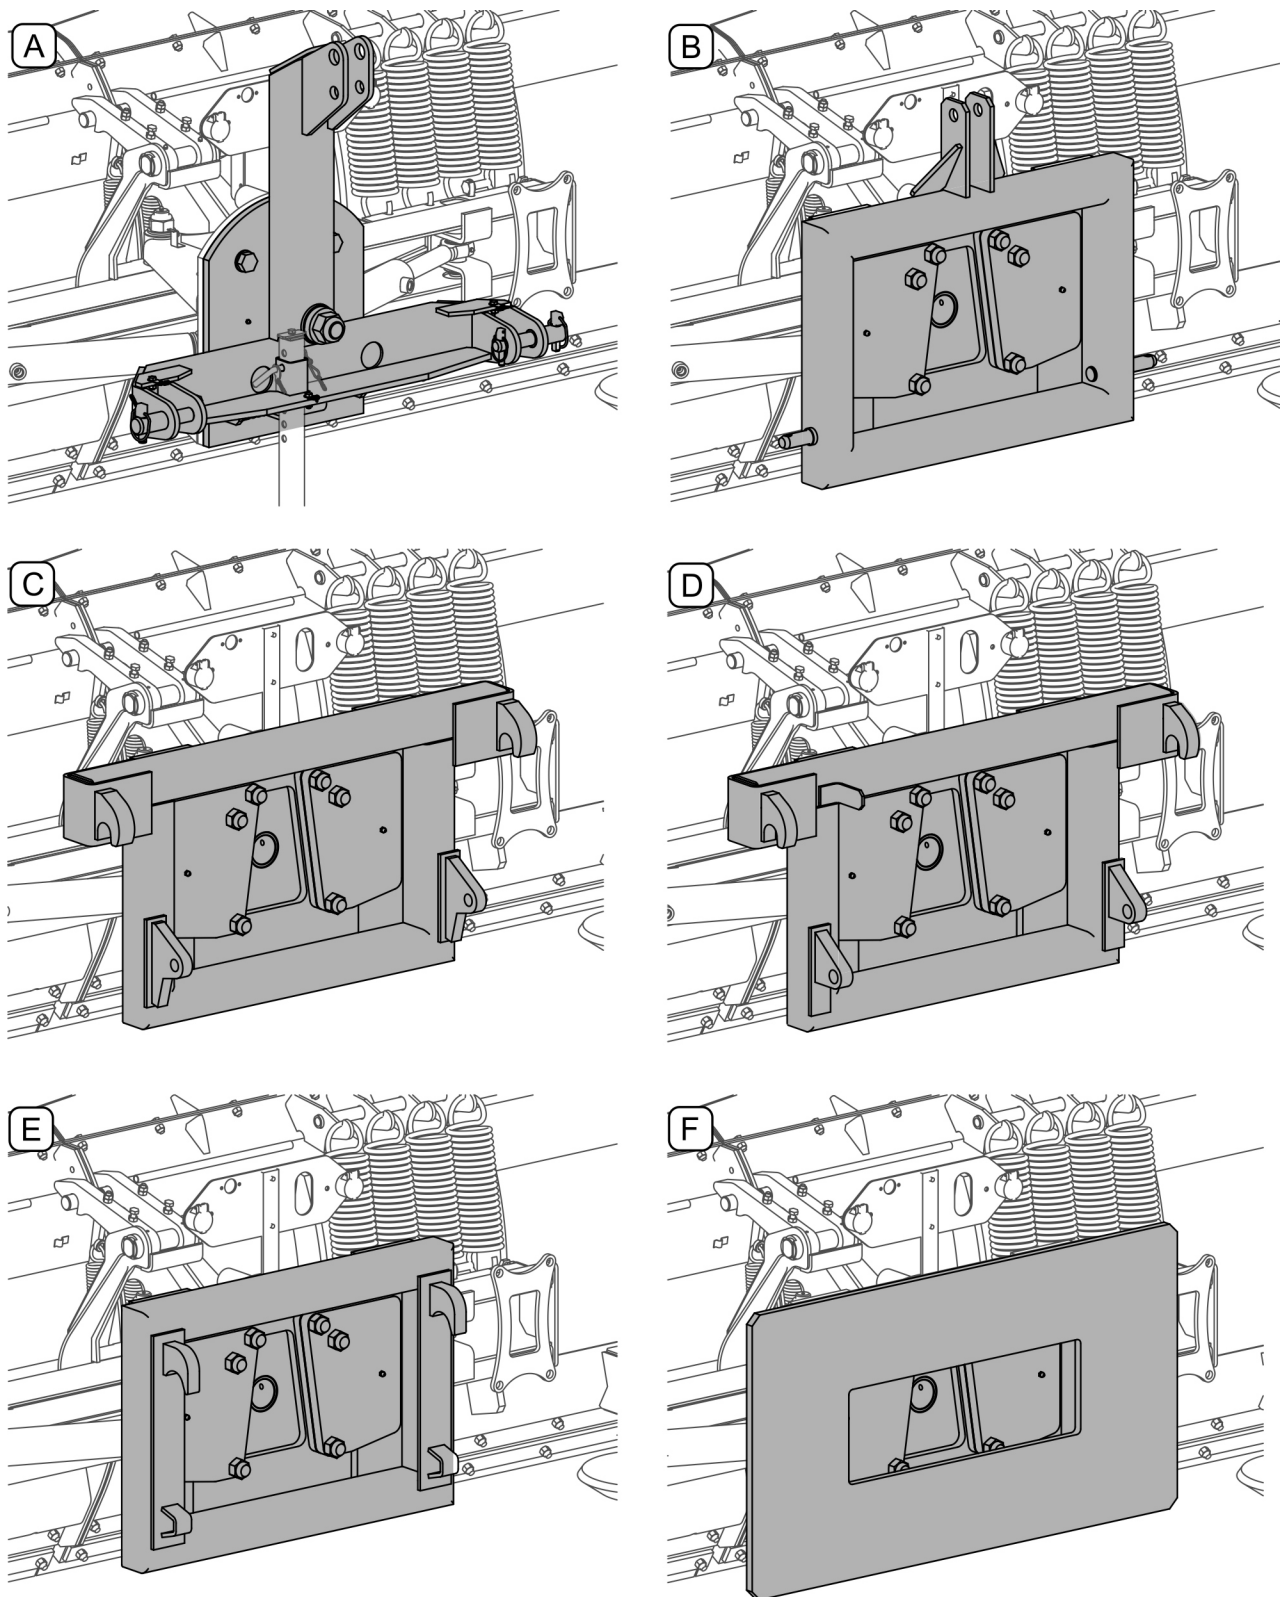

РИСУНОК 4.1 Типы навесных систем
кромкой (6) (в зависимости от комплектации плуга). Плуг навешивается на погрузчик или трактор при помощи соответствующей системы навески (3). Во время работы плуг опирается на два скользуна (11) или ходовые колеса (12), высоту которых можно регулировать. Стояночная опора (13) служит для подпираания плуга в случае отсоединения от трактора. Опционально плуг может оснащаться другими навесными системами, напр., для фронтального погрузчика ŁC-1650 или евро-сцепкой, трехточечная система навески кат. II (качающаяся) (РИСУНОК 4.1)
Плуг, оборудованный системой навески А (РИСУНОК 4.1) разрешается подсоединять только к транспортным средствам, оснащенным системой навески с "плавающим" положением.